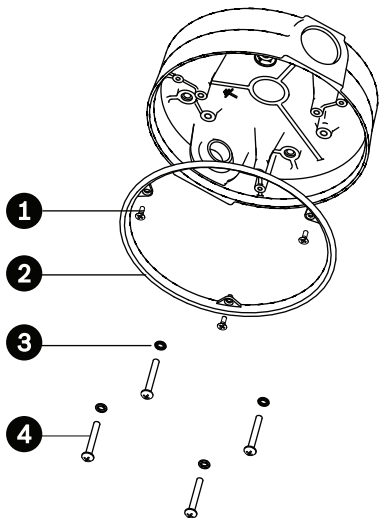

Figura 4.6 Colocación del anillo tórico y del anillo de retención en una instalación exterior
3. Perfore los cuatro (4) orificios en la ubicación de instalación. Taladre un mínimo de 10 mm (0,39 pulg.).
5. Enrosque los cuatro (4) anillos tóricos con diámetro interior de 3,97 mm por diámetro de sección cruzada de 1,78 mm (elemento 3, *Figura 4.6*) en los cuatro (4) tornillos de cabeza cónica M4 o #10 suministrados por el usuario. Los anillos tóricos se incluyen con la cámara para exterior AutoDome Easy II.